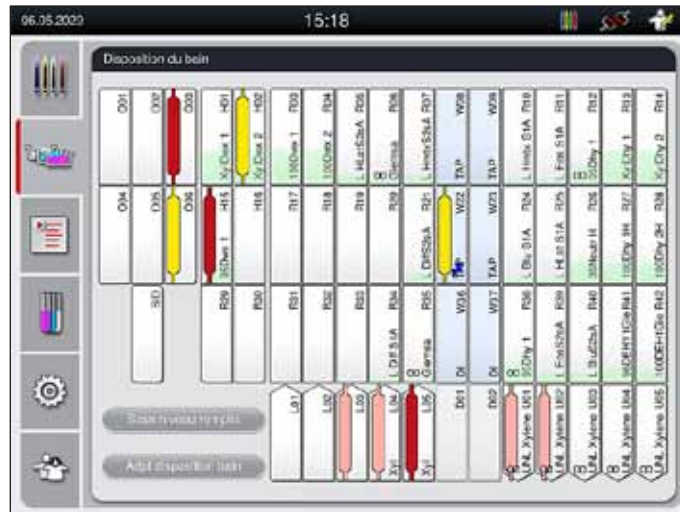

Fig. 85
8. La couleur reconnue de la poignée et l'abréviation du programme attribué sont affichées dans la disposition du bain au niveau de la station correspondante (→ "Fig. 85").
- Disposition du bain avec les détails de la station (→ "Fig. 85").
- Dans l'affichage de l'état du processus, la disponibilité et le nombre sélectionné de stations de déchargement différentes ne sont pas visibles pour l'utilisateur. Il est recommandé d'utiliser le menu Disposition du bain pour surveiller le processus (→ "Fig. 85") lorsque différents réactifs sont utilisés dans les stations de déchargement afin de pouvoir réagir avant que la capacité de déchargement ne soit atteinte.